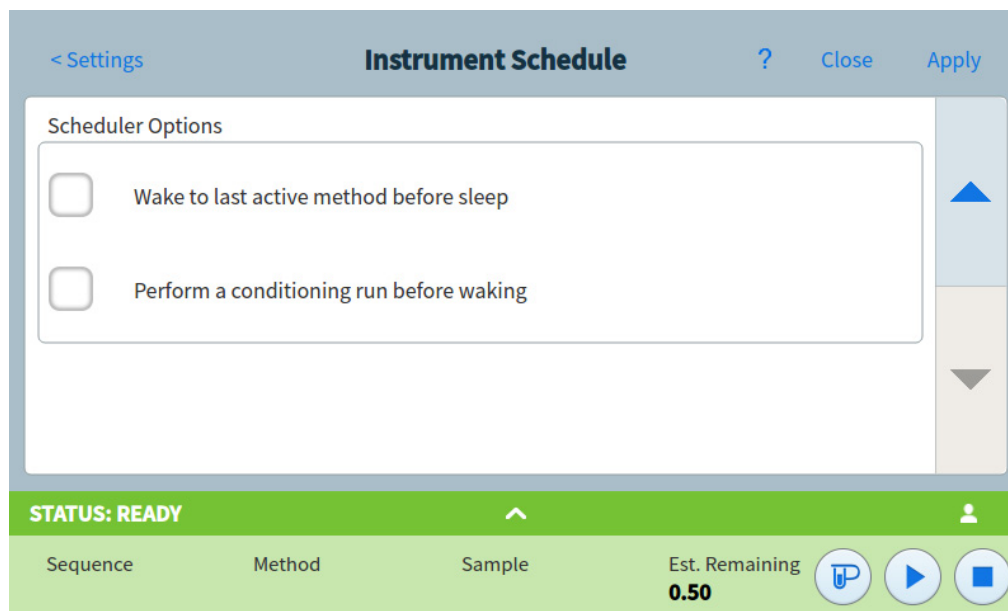

Figura 76. Zona de opciones del programador
- 3 Desplácese a la zona de opciones de Scheduler (programador). Consulte **Figura 76**.